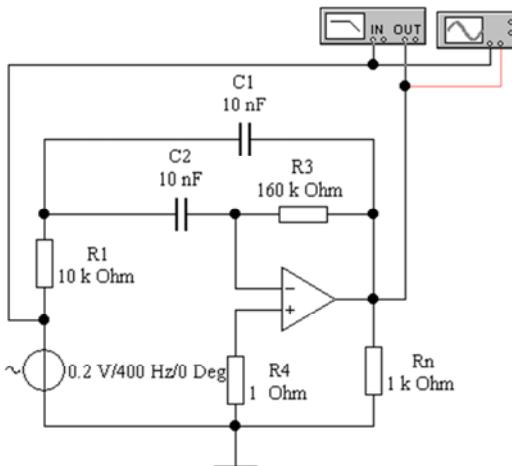

Рис. 9.3. Активный полосовой фильтр с R-входом и $R_2 = \infty$ (файл **banda2b.ewb**)
4. Исследовать активный полосовой фильтр с R -входом и $R_2 = \infty$ (файл **banda2b.ewb**, рис. 9.3).